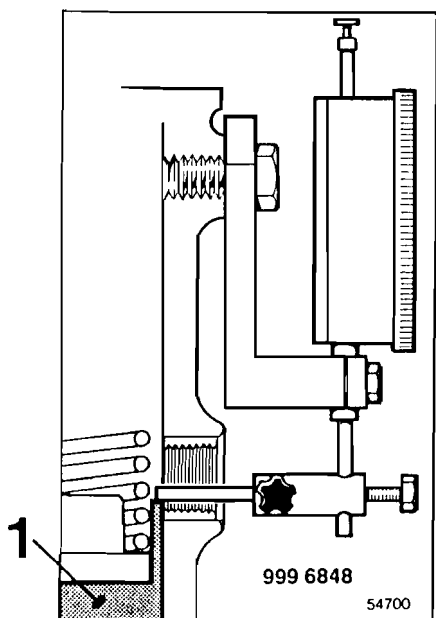

Fig. 223
- 8 Ajustar la aguja de forma que haga contacto sobre el taqué, véase fig. 223. Poner a cero el comprobador.